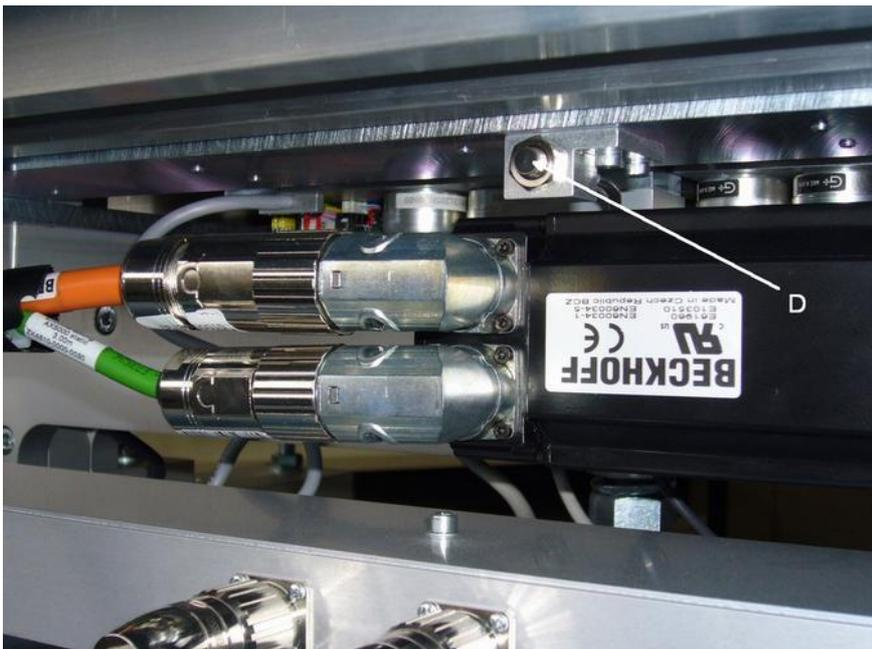

Abb. 72: Referenzsensor X
Schieben Sie dann einen Blechstreifen vor den Sensor (D). Die LED am Kabelende des Sensors muss jetzt leuchten. (Siehe Abb. 72)